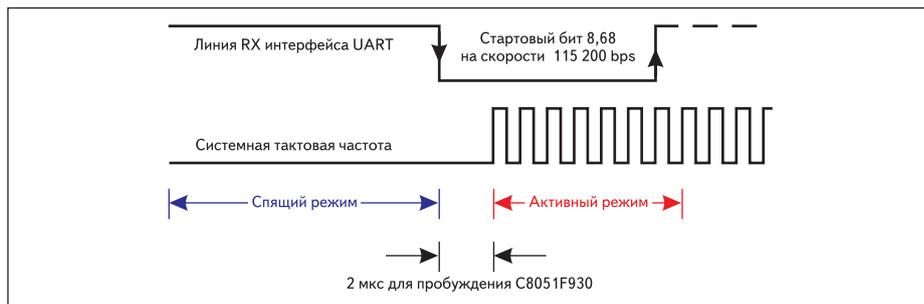

Рис. 4. Пробуждение микроконтроллера при получении данных по UART
- При ожидании событий (прихода данных по UART, SPI либо SMBus/I²C) в режиме сна необходимо использовать функцию формирования прерывания при появлении заданного уровня на линиях ввода/вывода (Port Match). Так, например, если микроконтроллер находится в спящем режиме, для которого время «просыпания» 2 мкс, то, например, при получении по интерфейсу UART стартового бита, длина которого ~8,68 мкс на скорости 115 200 бод, микроконтроллер успеет «проснуться» и будет готов для приема посылки данных (рис. 4).